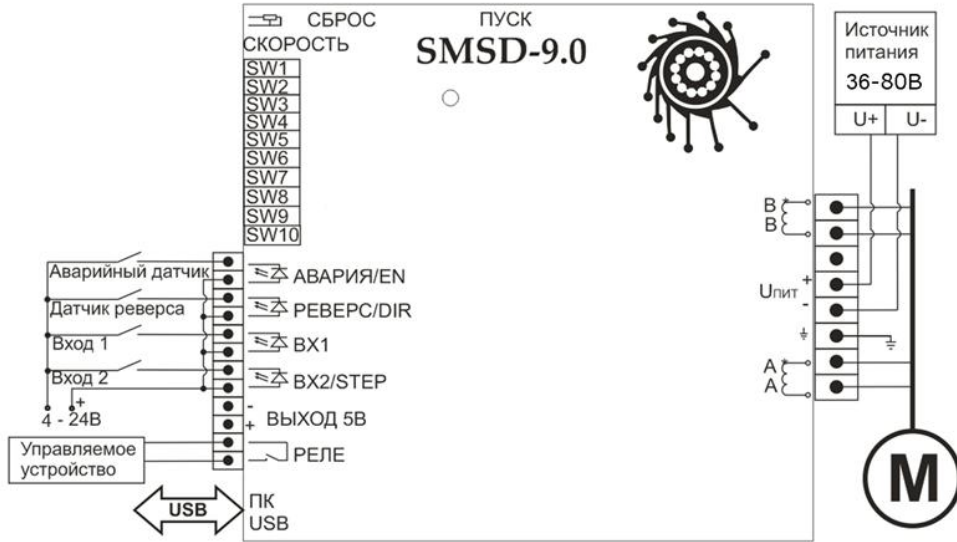
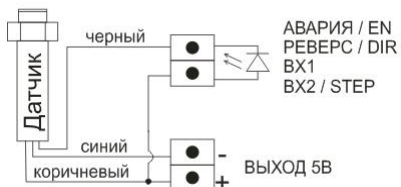

Рис.2. Схема подключения блока в режиме контроллера.
Рис.5 Подключение датчиков серий SM (NPN).
1. Выполните соединение блока с ШД, датчиками и источником питания согласно монтажным схемам рис.2 – 5.
Схемы подключения блока в различных режимах работы приведены на Рис. 2 - 4. На рис.5 показан пример подключения датчика.
Схема подключения датчиков (выходной сигнал NPN, нормально открытый) на рис.5